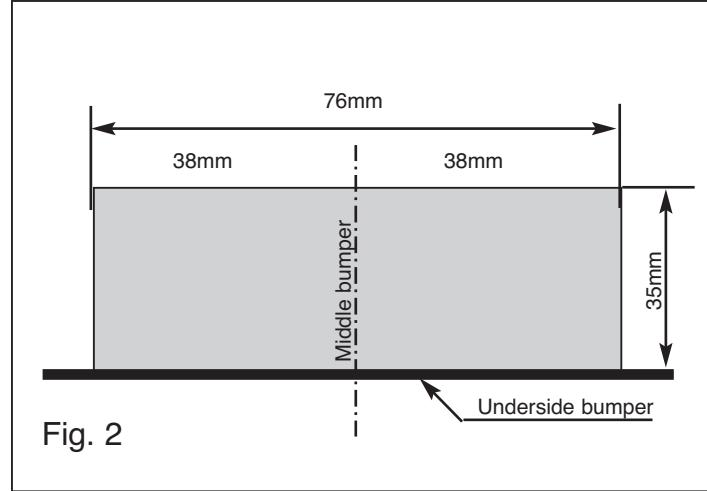

Fig. 2
3. Såga ut en del av kofångarens undersida enligt fig.2. Placer kofångaren och montera den vid punkterna A på dragkroken med två muttrar M6, inklusive plan- och fjäderbrickor. Montera kofångaren på bilen vid de övriga monteringspunkterna.
3. Sav - ifølge fig. 2 - et stykke ud på undersiden af kofangeren. Placer kofangeren og monter denne ved punkterne A på anhængertrækket ved hjælp af to møtrikker M6 inkl. låse- og fjederringe. Monter kofangeren på de øvrige fastspændingspunkter på køretøjet.
3. Serrar de acuerdo con la fig. 2 una parte del lado inferior del parachoques. Colocar el parachoques y fijarlo a la altura de los puntos A en el gancho de remolque con ayuda de dos tuercas M6 inclusive arandelas planas y grover. Fijar el parachoques en el vehículo en los demás puntos de fijación.
3. Segare via una parte dalla base del paraurti, come indicato in fig. 2. Posizionare il paraurti e fissarlo al gancio traino, inserendo due bulloni M6, completi di rondelle e rondelle elastiche, a livello dei punti A. Fissare il paraurti al veicolo negli altri punti di fissaggio. Montare l'alloggiamento della sfera. Montare il portapresa a scomparsa. Rimontare quanto rimosso al punto 1.
3. Stosując się do rys.2 należy od spodu zderzaka wykonać podcięcie w zderzaku. Zaznaczony element wyciąć ze zderzaka według rysunku 2. Przyłożyć zderzak a następnie przykręcić do haka holowniczego w punktach A za pomocą dwóch nakrętek M6 wraz z podkładkami płaskimi i sprężynowymi. Składaaną podstawę pod gniazdo przykręcić do haka holowniczego za pomocą dwóch śrub M6x20 wraz z podkładkami sprężynowymi, płaskimi i nakrętkami samo kontrującymi. Elementy zdemontowane w punkcie 1 ponownie zamontować.